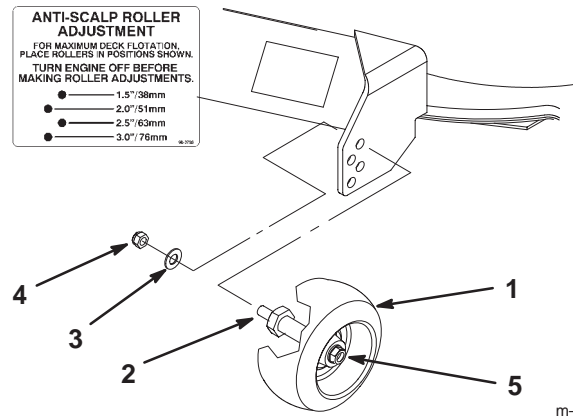

Bild 12
3. Entfernen Sie nach dem Einstellen der Schnitthöhe die Mutter und Scheibe, während Sie den Bolzen mit einem Schraubenschlüssel festhalten (Bild 12).
Hinweis: Entfernen Sie nicht die Radmutter und Scheibe (Bild 12).
4. Wählen Sie ein Loch, bei dem die Radstelze der gewünschten Schnitthöhe so nahe wie möglich ist (Bild 12).
5. Montieren Sie die Bolzenmutter und Scheibe (Bild 12).